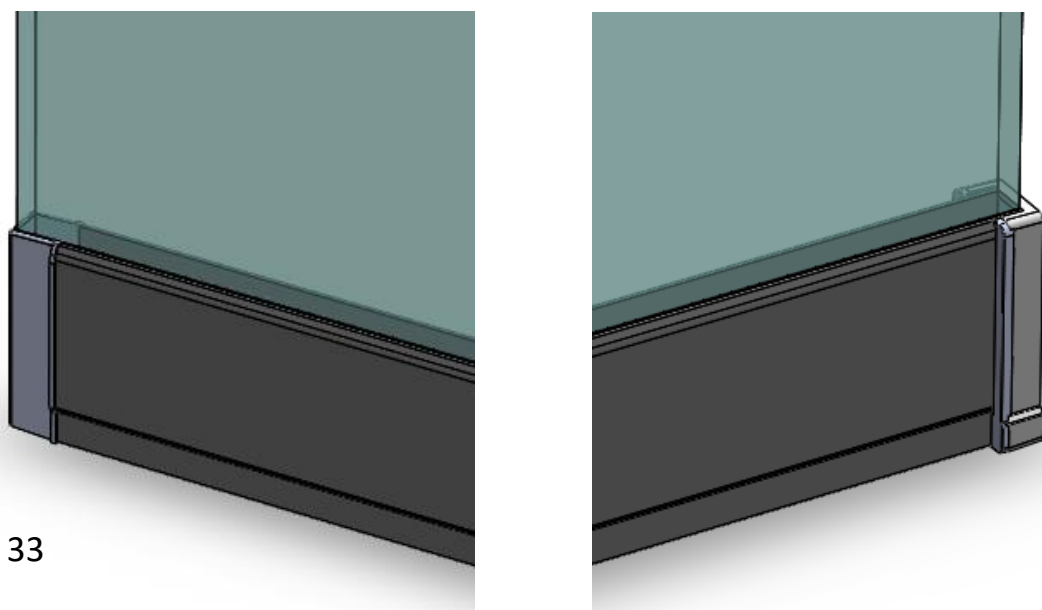

Figura 33
- Comprobar que las Tapas en los extremos dejan una holgura no superior a 1 mm en cada uno de los extremos (Figura 33).